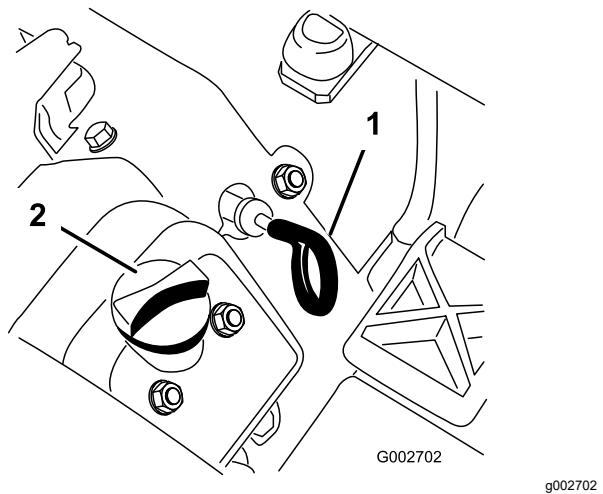

Bild 15
3. Ziehen Sie den Peilstab heraus (Bild 15) und wischen Sie ihn mit einem sauberen Lappen ab.